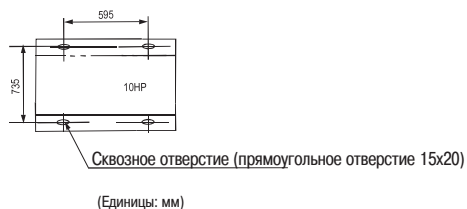

Рис. 4-5
- Расстояние между фундаментными болтами показано на рис. 4-5.